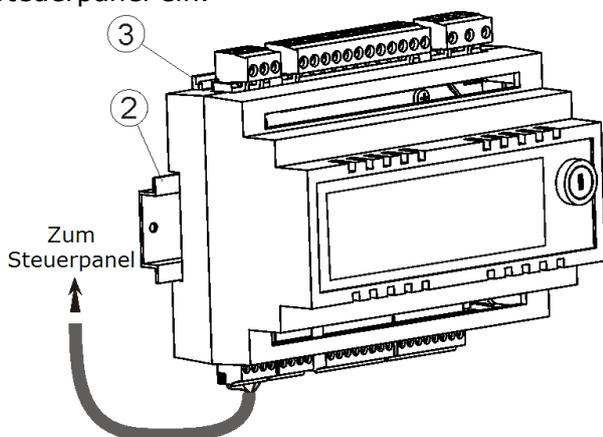

Abb. 14 Anbringen des Reglers auf der Schiene: 1- Ausführungsmodul, 2 - Schiene DIN TS35, 3 - Haken.
Das Ausführungsmodul ist zur Montage auf einer genormten DIN TS35-Schiene bestimmt. Die Schiene muss auf einem festen Untergrund gut festgeschraubt werden. Vor dem Anbringen des Moduls auf der Schiene (2) müssen die Haken (3) mit Hilfe eines Schraubenziehers angehoben werden (Abb. 14). Nach dem Anbringen auf der Schiene müssen die Haken (3) in die ursprüngliche Position zurückgedrückt werden. Stellen Sie sicher, dass das Gerät gut festgeschraubt ist und es nicht möglich ist, es ohne Zuhilfenahme von Werkzeug von der Schiene zu entfernen. Stecken Sie nun das Verbindungskabel (4) von Modul und Steuerpanel ein.